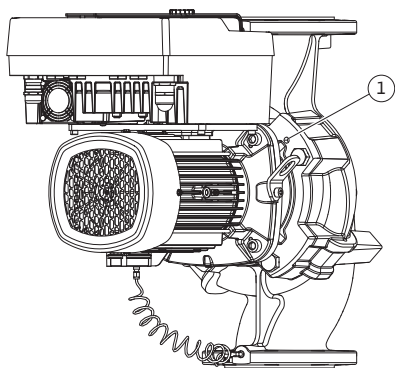
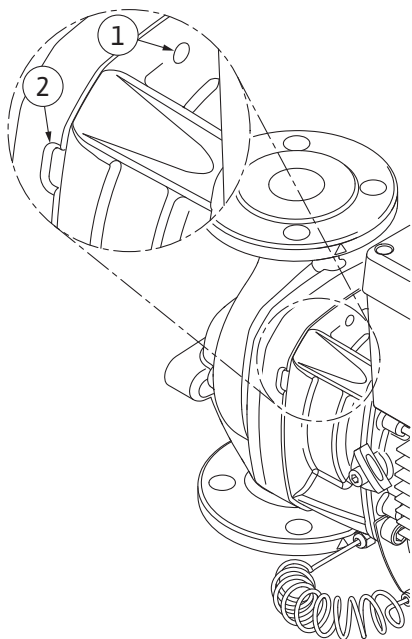

Fig. 104: Trykke av motor-løpehjulsenheten via gjengehull
Fig. 105: Gjengehull og spor for å trykke av motor-løpehjulsenhet fra pumpehuset
11. Løsne skruen (Fig. I/III, pos. 10, Fig. II/IV, pos. 29) som holder holdeplaten til differansetrykkiveren. Trekk differansetrykkiveren (Fig. I, pos. 8) med holdeplaten til siden, og la dem henge på trykkmåleledningene (Fig. I, pos. 7). Koble fra tilkoblingskabelen til differansetrykkiveren i elektronikkmodulen, eller løsne og trekk av på pluggforbindelsen.
12. Løsne skruene pos. 29 for pumpetype (Fig. III, IV). Bruk de to gjengehullene (Fig. 104, pos. 1) ved siden av og egnede skruer som er klargjort på monteringsstedet (f.eks. M10 x 25 mm). Trekk motor-løpehjulsenheten av pumpehuset. Bruk de to gjengehullene M10 (se Fig. 105) og egnede skruer som er klargjort på monteringsstedet (f.eks. M10 x 20 mm), for pumpetypen (Fig. I og Fig. II). Sporene (Fig. 105, pos. 2) kan også brukes til avtrekking. Plasser f.eks. to skrutrekkere og bruk dem som spak. Etter at den har blitt trykket ut ca. 15 mm, føres ikke motor-løpehjulsenhet lenger i pumpehuset.